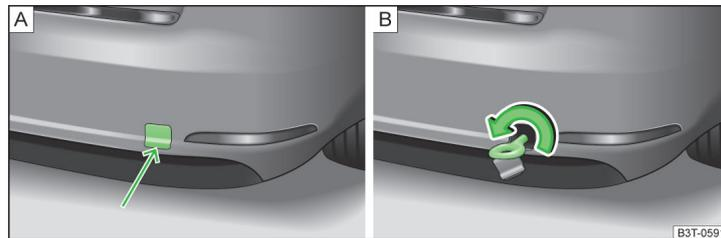

Abb. 186 Ausbau der Abdeckkappe / Einbau der Abschleppöse
- Auf den unteren Bereich der Abdeckkappe im hinteren Stoßfänger drücken » Abb. 186 - A und diese herausnehmen.
- Die Abschleppöse nach links bis zum Anschlag einschrauben » Abb. 186 - B und diese so fest wie möglich anziehen. Für das Festziehen empfehlen wir, z. B. den Radschlüssel, die Abschleppöse eines anderen Fahrzeugs oder einen ähnlichen Gegenstand zu verwenden, der durch die Öse gesteckt werden kann.